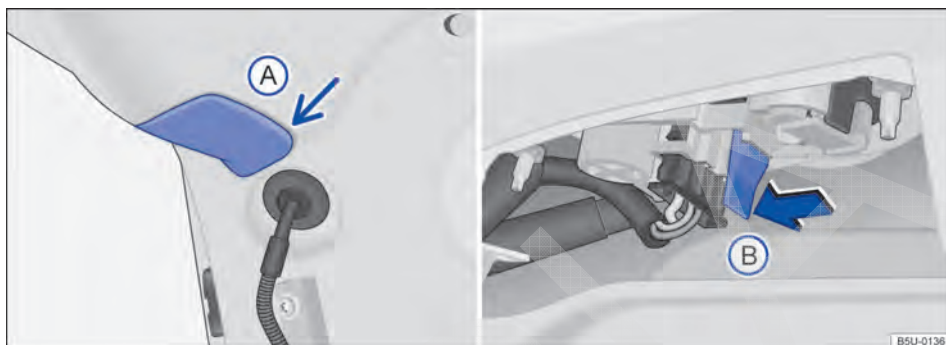

Fig. 171 Na tampa do compartimento de bagagem: remover a cobertura e suporte das lâmpadas.
3. Com o auxílio de uma chave de fenda, remover cuidadosamente a cobertura **A** → Fig. 171 na tampa.
4. Para destravar o suporte das lâmpadas, pressionar a lingueta de travamento **B** → Fig. 171 e puxar o suporte das lâmpadas para fora.